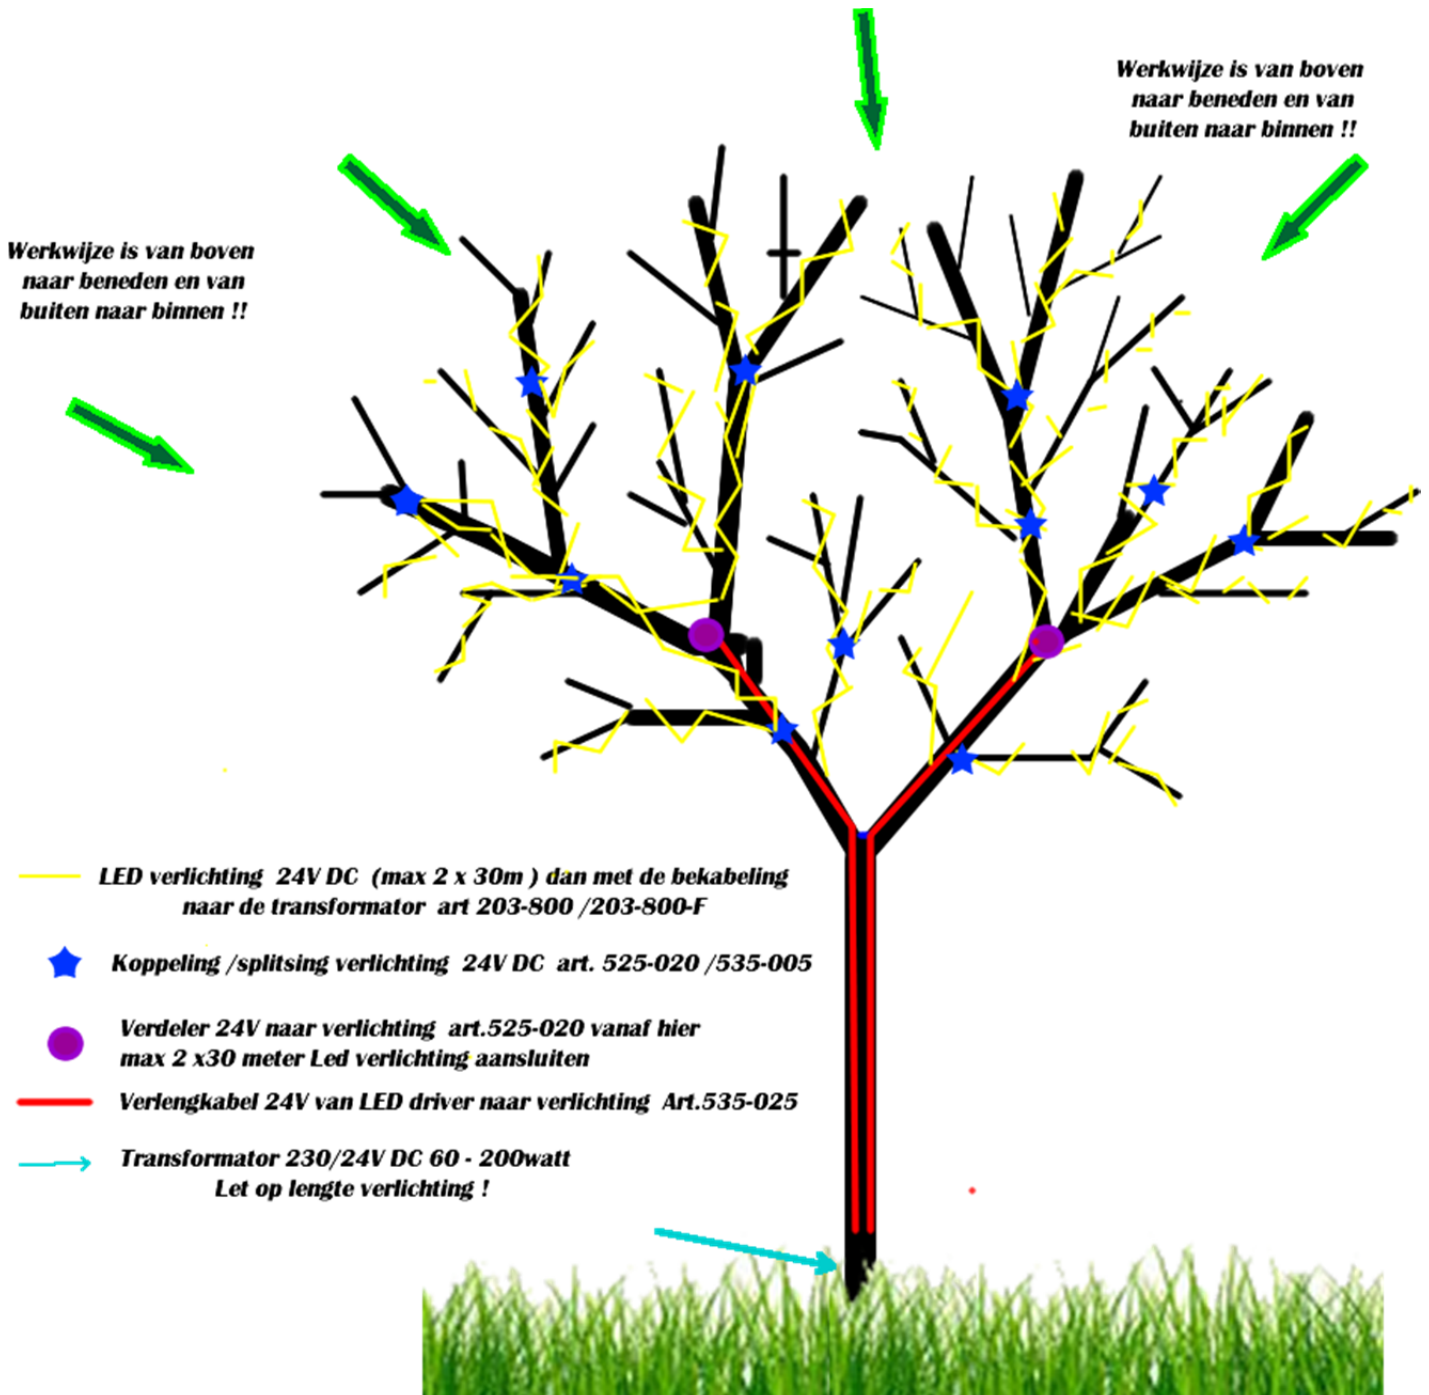

Fig. 1
- H. Vanaf de transformator maximaal 30 meter verlichting door te koppel. Bij langere lengtes gaat u opnieuw naar de transformator of naar een verdeelpunt (zie fig.1 blz 3) Voorbeeld: bij 100 meter komen er dus 4 aansluitingen naar de transformator (3 x 30m + 10 meter of 4 x 25 meter) bij de transformator kan de bedrading indien gewenst weer worden gekoppeld.
- I. De aansluiting van de transformator kan 1 malig worden verlengd met art. 535-025 (zie fig. 1 Blz. 3)
- 4.5 Zorg dat de verlichting bij de stam bij elkaar komt op diverse plaatsen om daar de verdelers (Zie Fig. 1 blz 3) te plaatsen